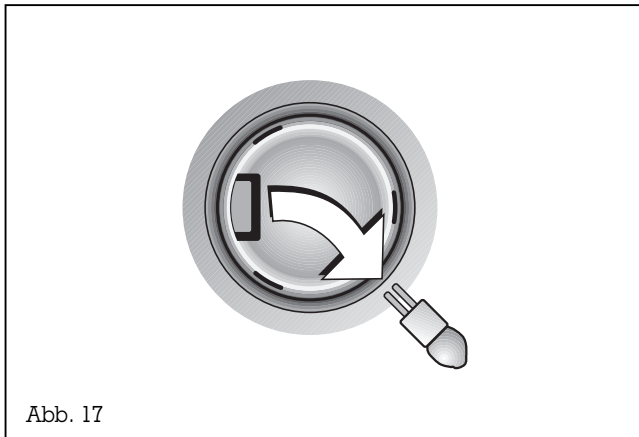

Abb. 17
- Ziehen Sie die Lampe heraus (Abb. 17).